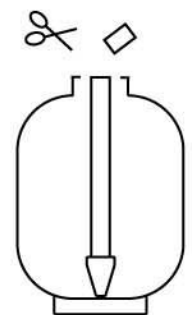

图2
2、确认下布水顶在树脂罐最底部，将中心管高出树脂罐罐口的部分锯掉，使中心管最高处与罐口平面平齐(中心管安装后不得高于罐口2mm，不得低于罐口3mm)，再用锉在中心管顶部外缘小心锉出一圈坡口。(图2)